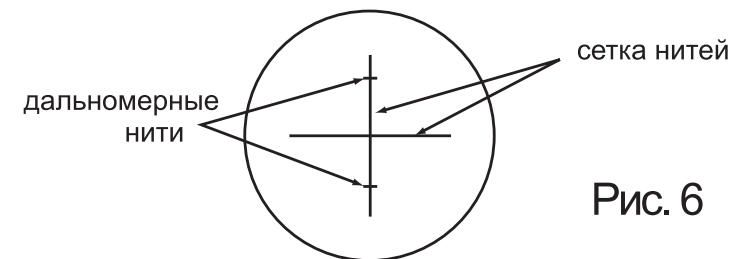

Рис. 6
2. Измерение расстояний по дальномерным нитям (рис. 6 и 7)